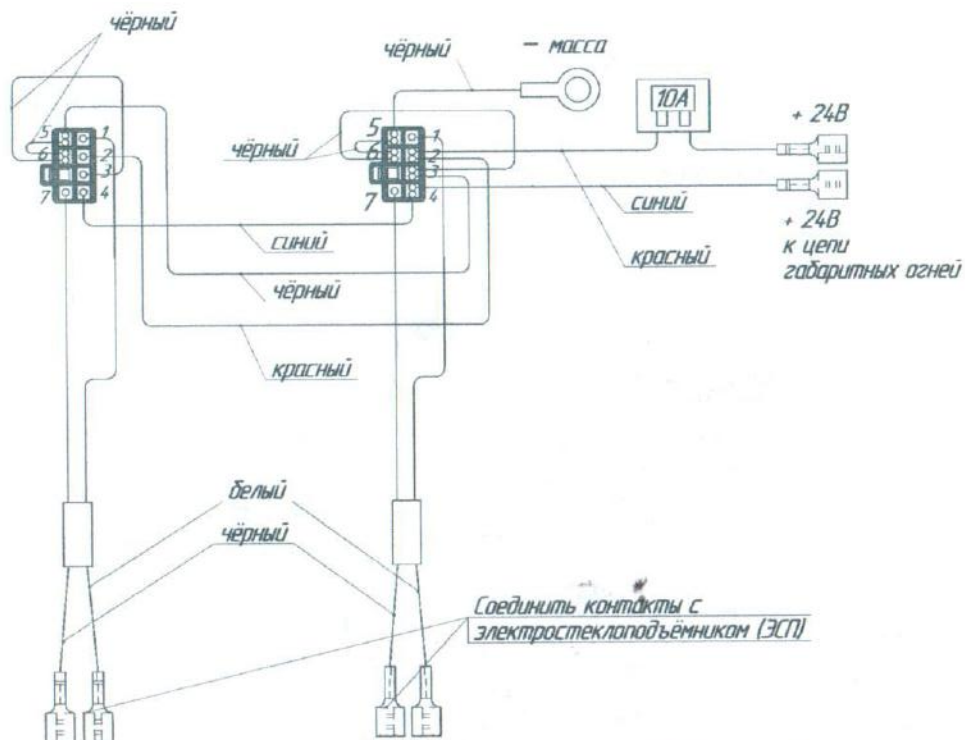

Рис. 3. Схема подключения электростеклоподъемников к бортовой сети автомобиля.
Протянуть двухжильный провод по салону от места расположения переключателей до дверей, затем через стойки в полости дверей. Контакты на другом конце провода соединить с электродвигателем ЭСП (см. рис. 3). При необходимости изменения размеров жгута использовать провода с сечением не менее 0,75 кв. мм.
- 6.8. Выполнить соединения проводов питания и подсветки в соответствии со схемой подключения ЭСП (см. рис. 3).